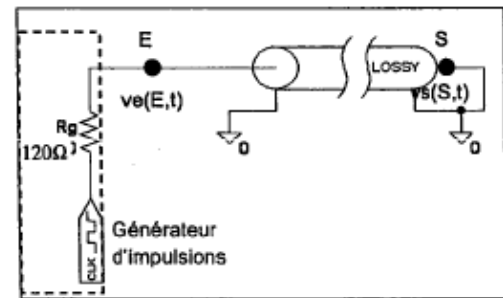

Figure 6
- La condition de mesure B représente une ligne court-circuitée sur l'une de ses extrémités. Ce cas illustre un défaut sur le bus CAN. C'est le schéma de la **figure 6**.